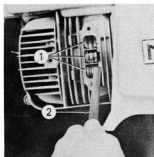

Fig. 28
3. Ta bort allt sot från avgasportarna med en träskrapa (fig. 28). Använd inte metallskrapa, då detta kan skada kolven och kolringarna.